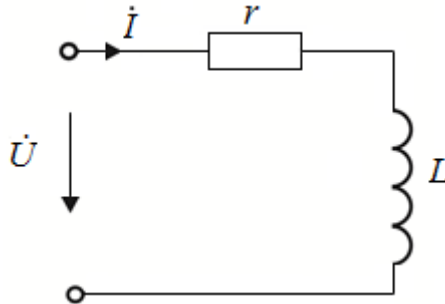

Рис. 175
1. Определить ток в цепи и падение напряжений на элементах схемы (рис. 175), если $U = 120$ В; $\psi_U = 0$; $r = 6$ Ом; $L = 25,5$ мГн; $f = 50$ Гц.